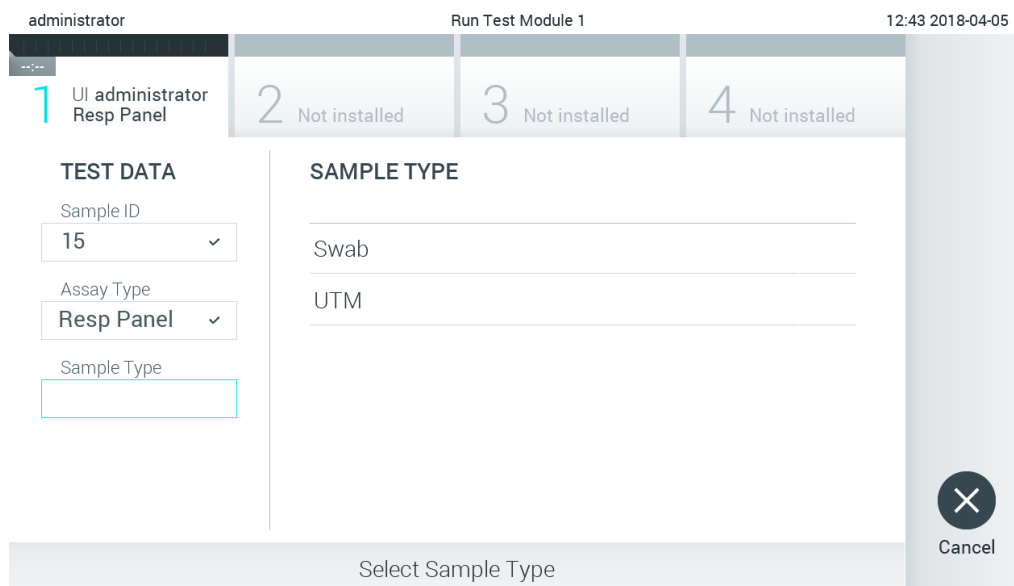

Рис. 78. Выбор типа пробы.
- Поле «Assay Type» (Тип тест-системы) будет заполнено автоматически, и при необходимости нужно будет вручную выбрать в списке нужный **Sample Type** (Тип пробы) (рис. 78).